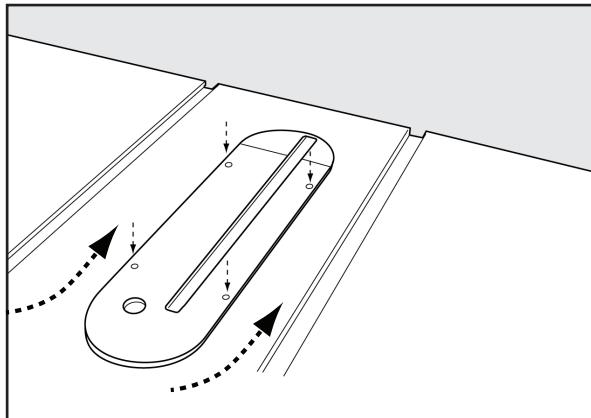
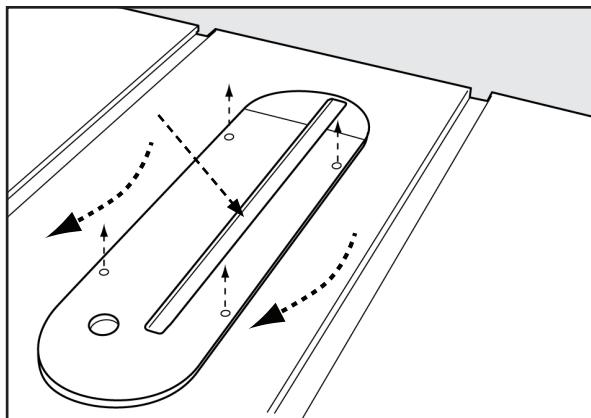

FIGURE 15A
FIGURE 15B
- Pour installer la plaque à gorge, abaissez la lame en dessous du plateau de la table, puis faites passer soigneusement la plaque à gorge, extrémité fendue d'abord, de l'avant de la table à l'arrière, en gardant la lame centrée dans la fente de la plaque à gorge. Voir Figure 15A. La plaque doit reposer à l'intérieur de la cavité dans le plateau de la table.
- Si la plaque n'est pas alignée avec le plateau de la table, ajustez la hauteur de la plaque à gorge au moyen des quatre vis de pression (A).
- Pour retirer la plaque à gorge, abaissez la lame sous le plateau, puis faites glisser délicatement la plaque à gorge de l'arrière de la table vers l'avant, en maintenant la lame centrée dans la fente de la plaque à gorge. Figure 15B.